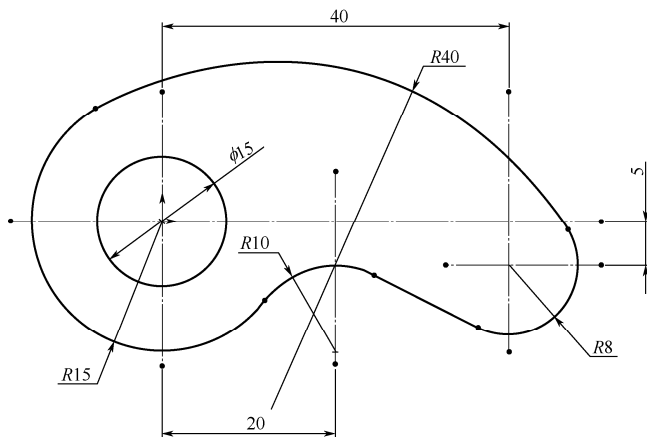

图 3-104 平面图形
- (1) 绘制平面图形,如图 3-104 所示。绘制草图,并标注尺寸。